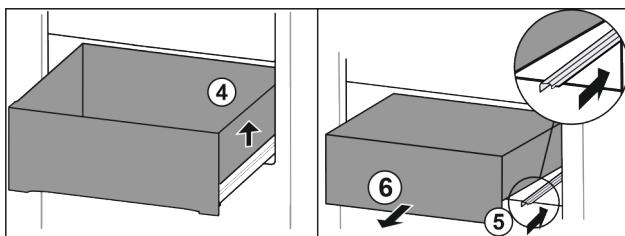

Fig. 32
- Підняти висувний ящик праворуч. Fig. 32 (4)
- Вставити праву рейку. Fig. 32 (5)
- Вийняти висувний ящик рухом вперед. Fig. 32 (6)